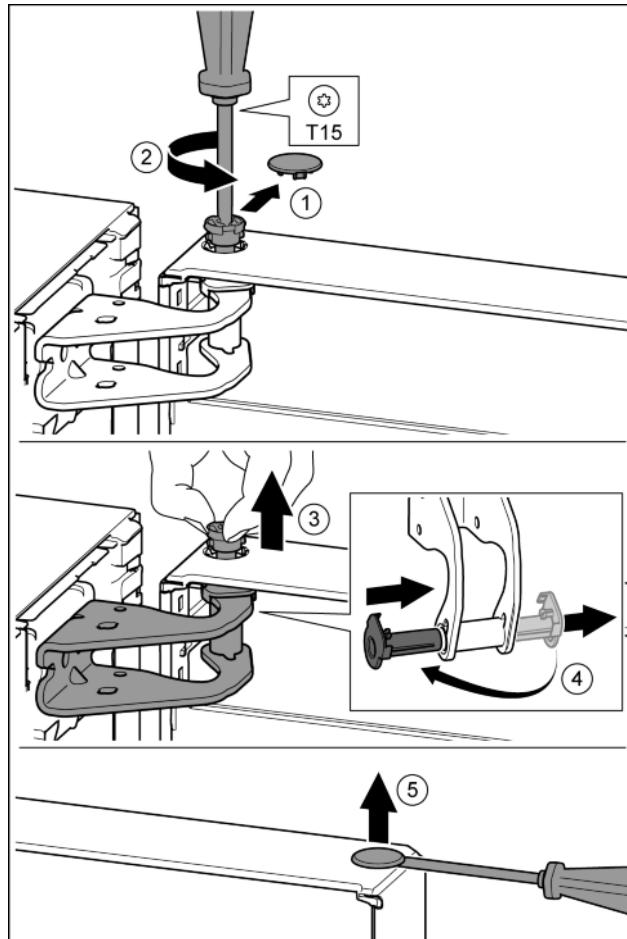

Fig. 12
- Осторожно снять предохранительную крышку. Fig. 12 (1)
- Немного выкрутить палец отверткой T15. Fig. 12 (2)
- Удерживать дверь и вытянуть палец рукой. Fig. 12 (3)
- Опорную втулку вывести из направляющей. Установить и зафиксировать с другой стороны. Fig. 12 (4)
- Осторожно приподнять шлицевой отверткой заглушку из опорной втулки двери и вынуть. Fig. 12 (5)